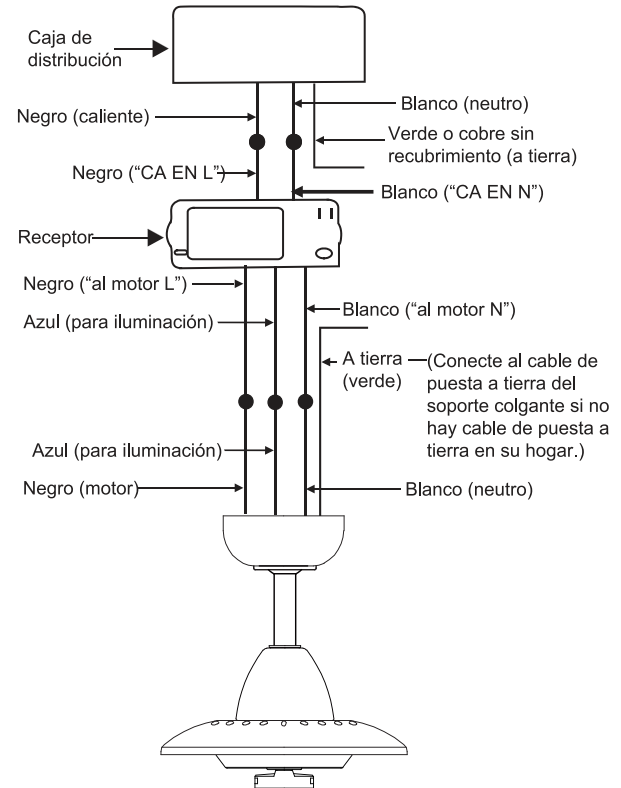

Fig. 13
Paso 2. Conexiones eléctricas del motor al receptor: (Fig. 13)
Paso 3. (Fig. 13) Conexiones eléctricas del receptor a los cables de alimentación del hogar:
Paso 4. (Fig. 13). Si su caja de distribución tiene un cable de puesta a tierra (verde o cobre sin recubrimiento), conéctelo a los cables de puesta a tierra del ventilador; en caso contrario, conecte el cable de puesta a tierra del soporte colgante al soporte de montaje. Asegure la conexión eléctrica con una tuerca de plástica para cable proporcionada. Después de haber conectado los cables, sepárelos de manera que el cable verde y el cable blanco queden de un costado de la caja de distribución y el cable azul y el cable negro queden del otro costado. Empuje con cuidado las conexiones de cables hacia arriba dentro de la caja de distribución.